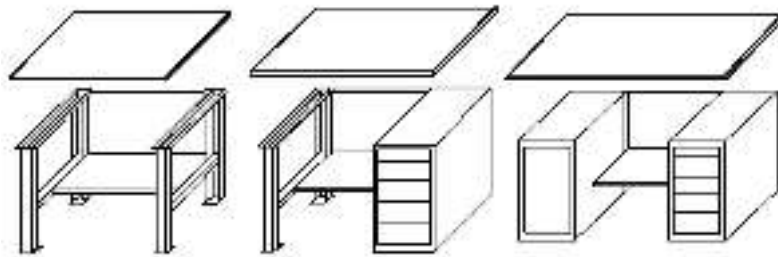

Рис. 5
3. Приложить сверху столешницу, отмерить одинаковое расстояние со всех сторон (рис. 5).